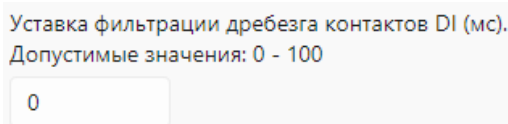

Рисунок 9.5.7 – Настройка модулей дискретных входов-выходов.
- **Фильтр дребезга входных дискретных сигналов** (см. рисунок 9.5.7).